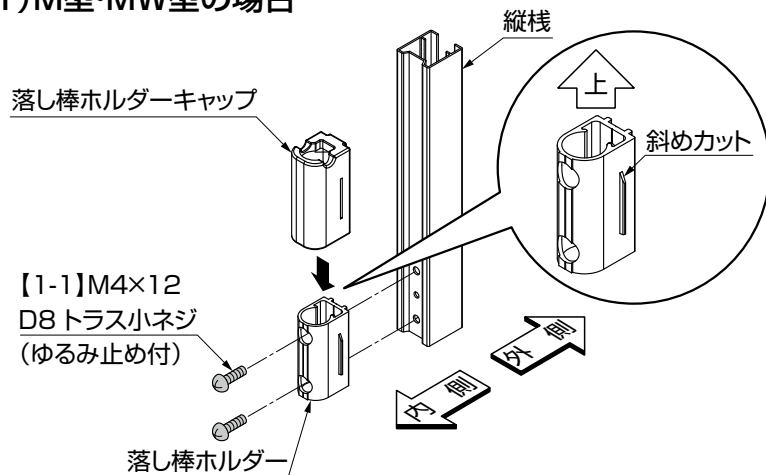

図6-1
① 本体の家側の縦棧に、落し棒ホルダーを斜めカットを上にして、【1-1】で固定してください。(図6-1参照)
② 落し棒ホルダーキャップを、上からはめ込んでください。(図6-1参照)
(2) H型・HW型の場合